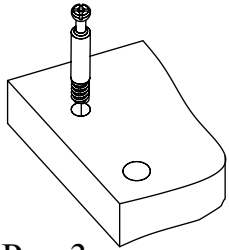
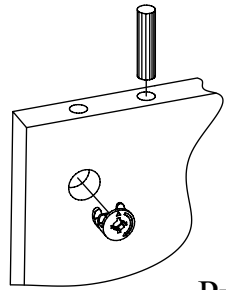

Рис.3
Рис.4
2. Вкрутите шпильки минификсов в детали 1,2,3, и 4. (Рис. 3). Затем вставьте головки минификсов и шканты в детали 3,4,5,6,7, 8,9. (Рис. 4)